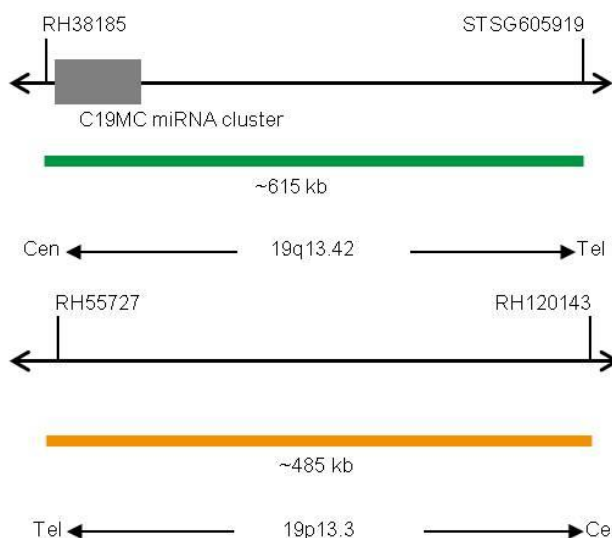

Abb. 1: Oben: SPEC C19MC Sondenlokalisierung; Unten: SPEC 19p13 Sondenlokalisierung (nicht maßstabsgetreu)
- ZyGreen (Anregung 503 nm/Emission 528 nm) markierten Polynukleotiden (~10 ng/μl), die gegen Sequenzen in 19q13.42* (chr19:54,156,239-54,768,983) gerichtet sind, welche den C19MC Locus enthalten (siehe Abb. 1).
- ZyOrange (Anregung 547 nm/Emission 572 nm) markierten Polynukleotiden (~4,5 ng/μl), die gegen Sequenzen in 19p13.3* (chr19:658,555-1,144,465) gerichtet sind (siehe Abb. 1).